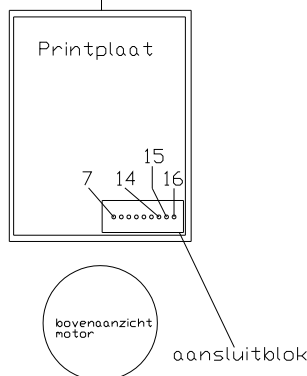

Fig.10
3. Sluit de 3 draden no. 14+15+16 aan op het aansluitblok volgens Fig.10.